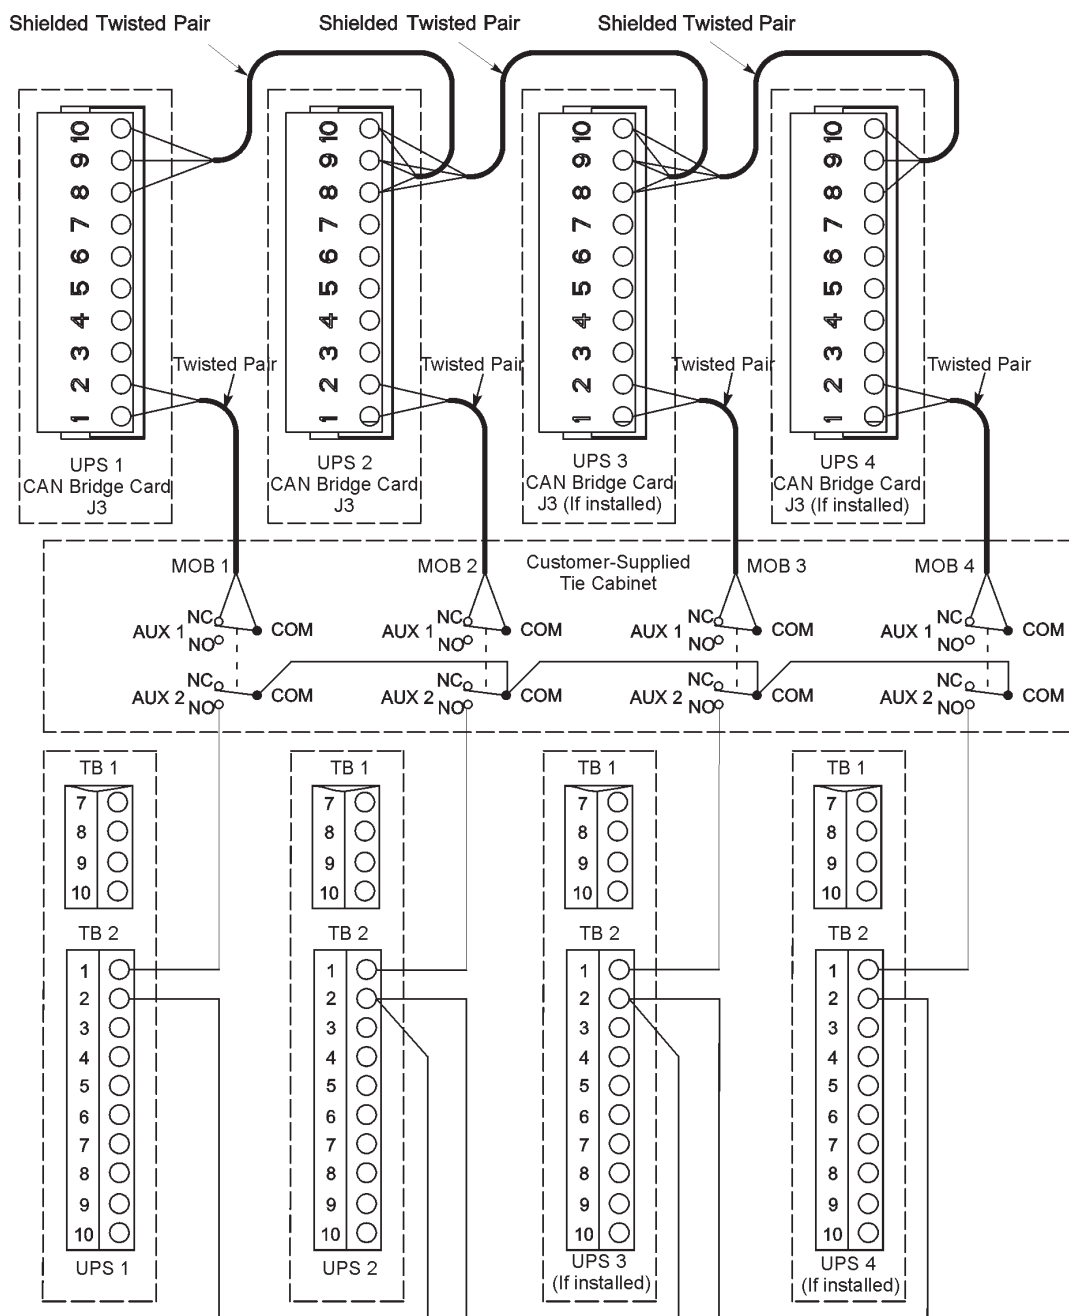

Рис. 5-6. Проводка Pull-Chain систем с распределенным байпасом с MOB
11. Проведите и установите проводку системы с распределенным байпасом между шкафами ИБП и выключателями МОВ, расположенными в соединительном шкафу. Для получения информации о подключении проводки см. Рис. 5-6 на стр. 63 и Табл. 5-4 на стр. 64.